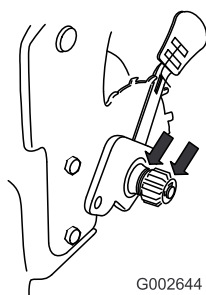

Figura 39
2. Aplique aceite lubricante al interior y al exterior de los engranajes (ver Figura 39).